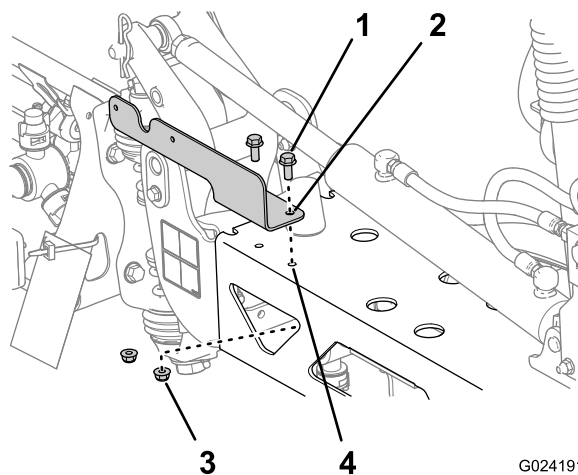

Figura 10
- Prenda o suporte à estrutura com os dois parafusos de cabeça flangeada (5/16 x 3/4 pol.) e 2 porcas de bloqueio (5/16 pol.) como se mostra na Figura 10.